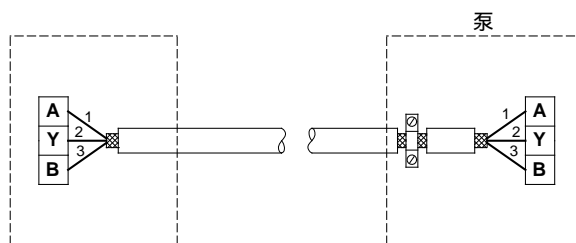

图 12 用三芯屏蔽电缆连接
- 如果该设备没有如图12所示的电缆夹，则使这一端的屏蔽保持未连接状态。